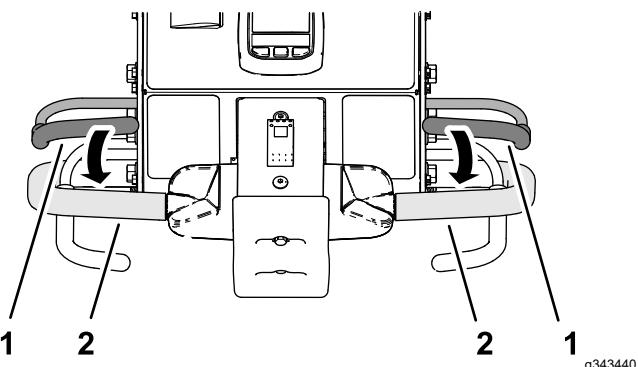

图 100
- 握住左侧或右侧手把和操作员到位把手图 100 将把手向手柄挤压靠。